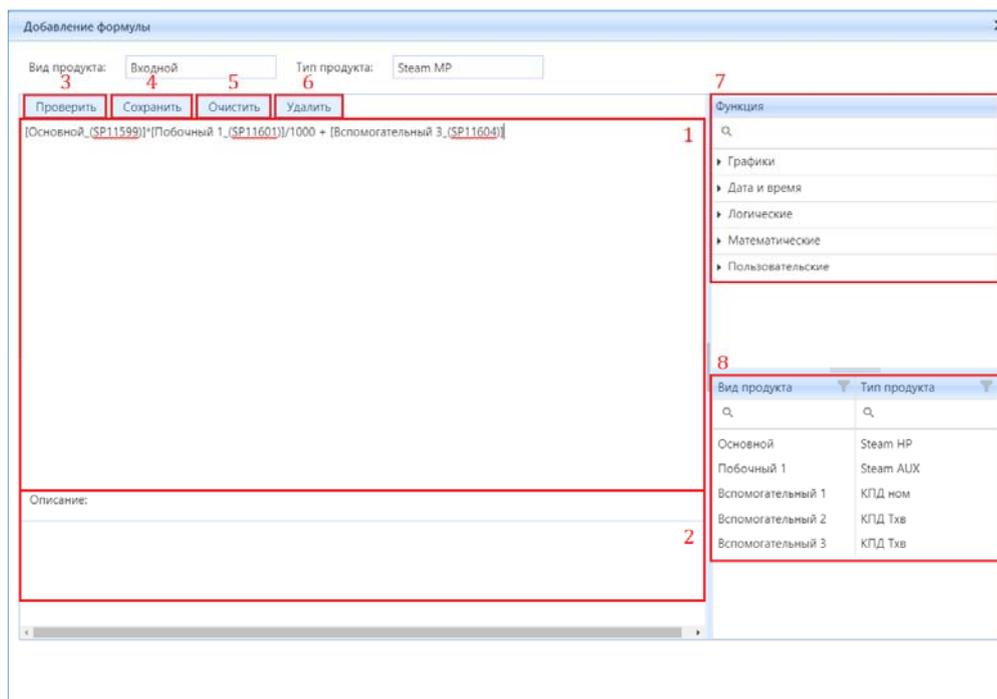
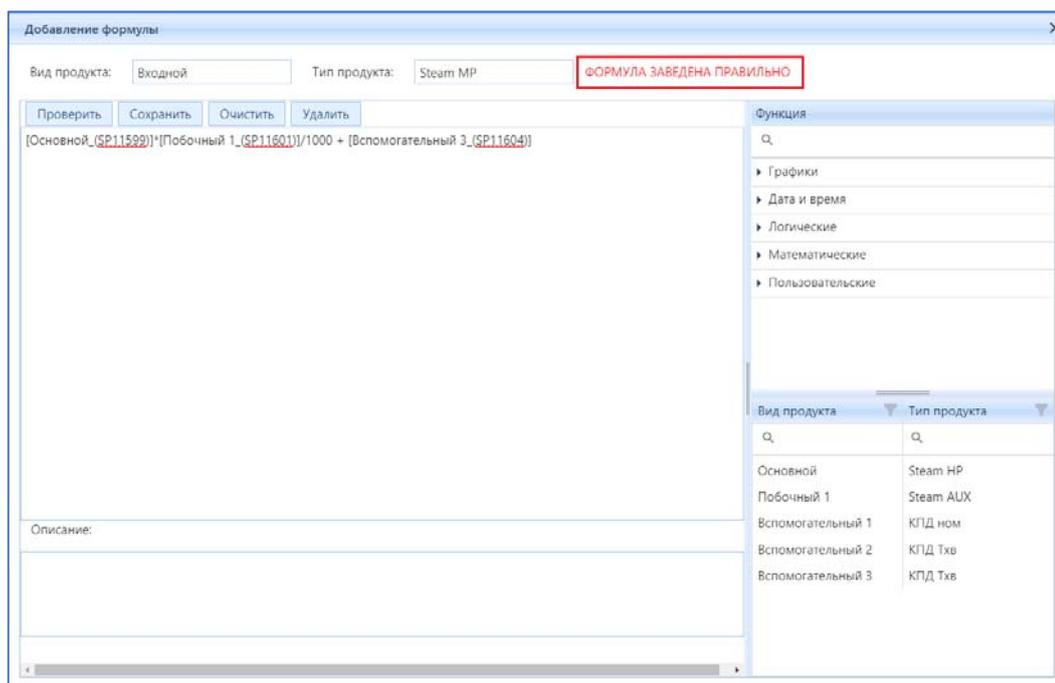

Рисунок 4.3.32 – Внешний вид окна «Добавление формулы». Параметризация созданной характеристики
Рисунок 4.3.33 – Сообщение о правильном заведении формулы в окне «Добавление формулы»
7. Откроется окно «Добавление формулы» (рис. 4.3.32). В области ввода (1) (рис. 4.3.32) необходимо прописать формулу, по которой будет считаться продукт. Для этого можно пользоваться различными функциями (7) (рис. 4.3.32) или обычными математическими действиями, аргументами которых будут необходимые продукты (8) (рис. 4.3.32). После ввода формулы нужно проверить синтаксис на предмет ошибок – лишних или недостающих скобок, правильного использования функций и т. д. посредством нажатия кнопки (3) «Проверить» (рис. 4.3.32). Если появляется надпись: «**ФОРМУЛА ЗАВЕДЕНА ПРАВИЛЬНО**» (рис. 4.3.33), ее можно сохранять, нажав на кнопку (4) «Сохранить» (рис. 4.3.32). При нажатии на кнопку (5) «Очистить» (рис. 4.3.32) в области ввода происходит очистка формулы. При нажатии на кнопку (6) «Удалить» (рис. 4.3.32) формула автоматически удаляется. В области для ввода (2) (рис. 4.3.32) имеется возможность оставлять комментарии к созданной формуле. После сохранения записи с формулой закройте окно «Добавление формулы» для перехода к интерфейсу подраздела.